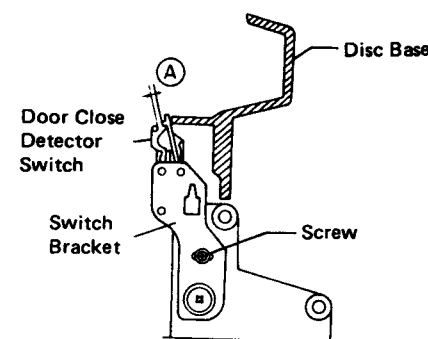

Figure 19-1
2. Make the door locked completely, and tighten the screw so that there is a clearance of 1mm at the part (A) shown in Fig. 19-1.
2. Dann die Klappe ganz verschließen und die Schraube so festziehen, daß ein Abstand von ungefähr 1 mm am Teil (A) der Abbildung 19-1 erlangt wird.
2. Fermer complètement la porte, et serrer la vis de sorte qu'il y ait un écart de 1 mm à la partie (A) indiquée dans la Fig. 19-1.